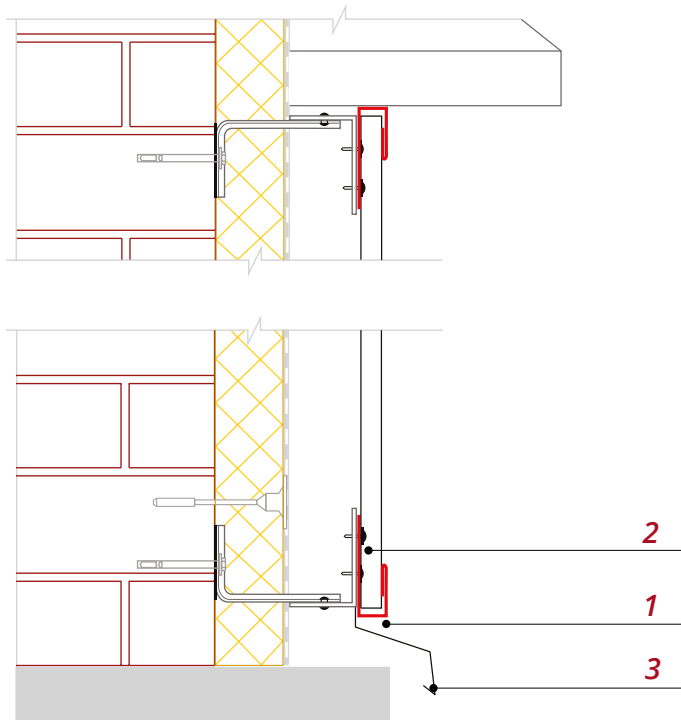

Рис. 4
■ При вертикальном монтаже панелей установите J-профиль **1** по нижней линии облицовки фасада, по уровню, строго горизонтально (рис. 4).
1. Используется J-профиль (рис. 4).